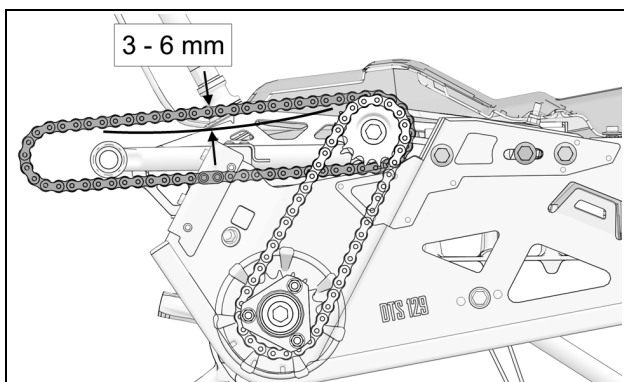

Figure 7
- Une fois l'ajustement de la chaîne d'entraînement secondaire complétée, finaliser l'ajustement de la tension de la chaîne d'entraînement primaire. Appliquer une pression au centre des deux pignons d'entraînement. La chaîne doit présenter une déflection de 3 - 6 mm (1/8 - 1/4 po). Réajuster jusqu'à ce que vous obteniez la bonne déflection. Voir la Figure 7.